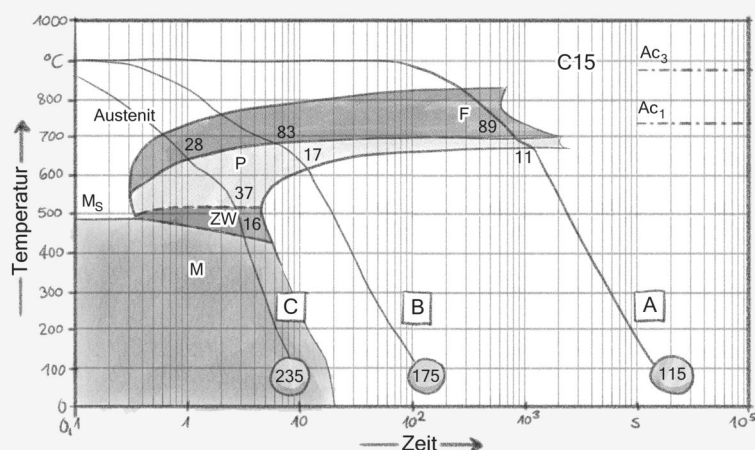

Abb. 61: Kontinuierliches ZTU-Schaubild eines C15
- a) Wir beginnen mit dem kontinuierlichen ZTU-Schaubild des unlegierten Stahls C15, bei dem wir die Abkühlkurven verstehen, indem wir die Schnittpunkte mit den Gefügen in Abbildung 61 betrachten.